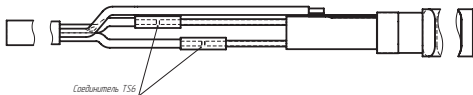

Рис. 4
5.4 Соединить жилы с коричневой и синей изоляцией провода с жилами ленты при помощи соединителей TS6 (рис. 4)